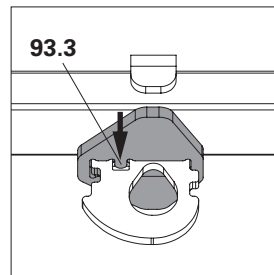

Fig. A11.06g
3. Inserire il dente di fissaggio (**93.3**) nel foro. (Fig. A11.06g + A11.06h)